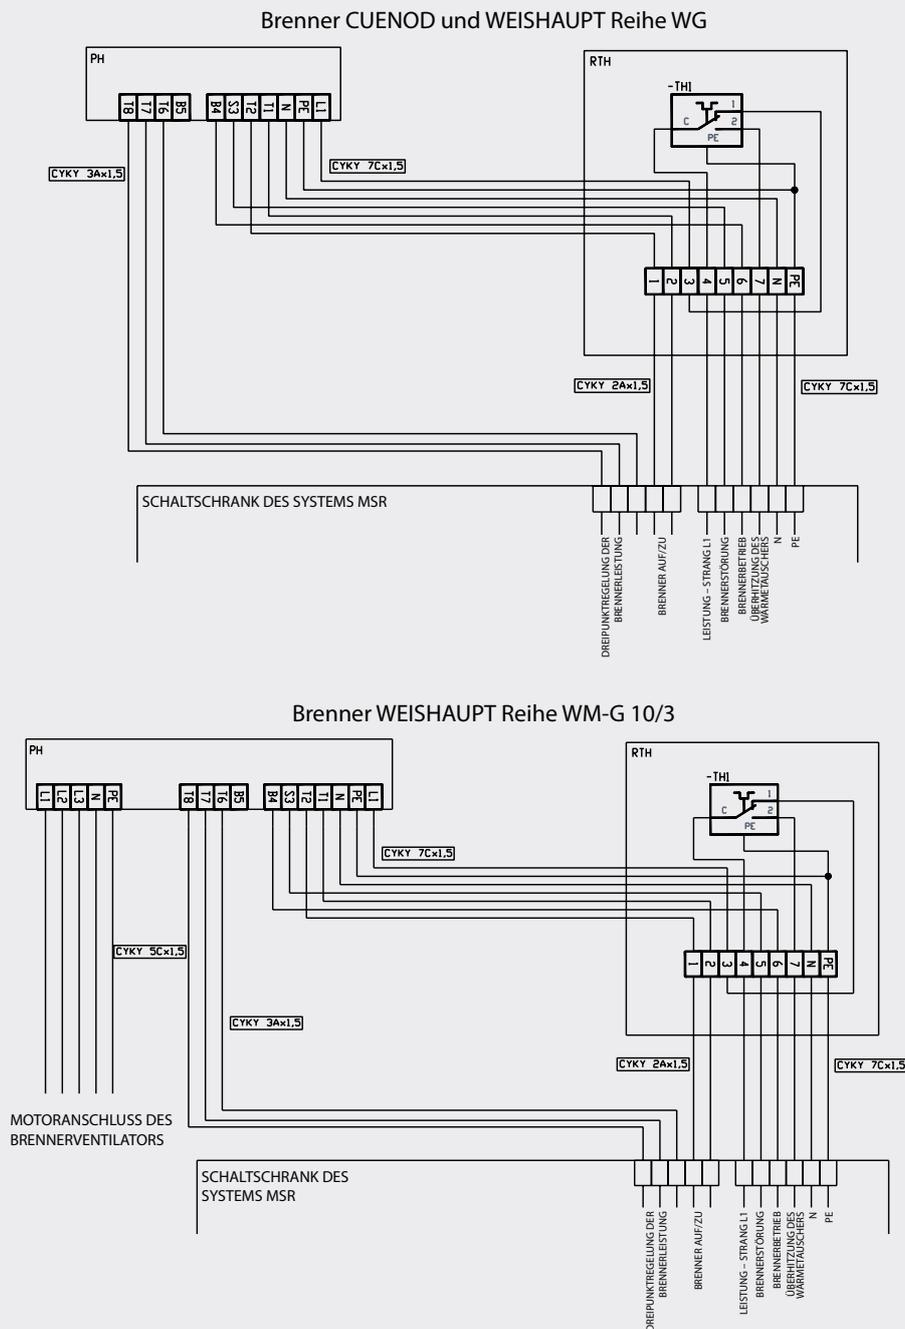
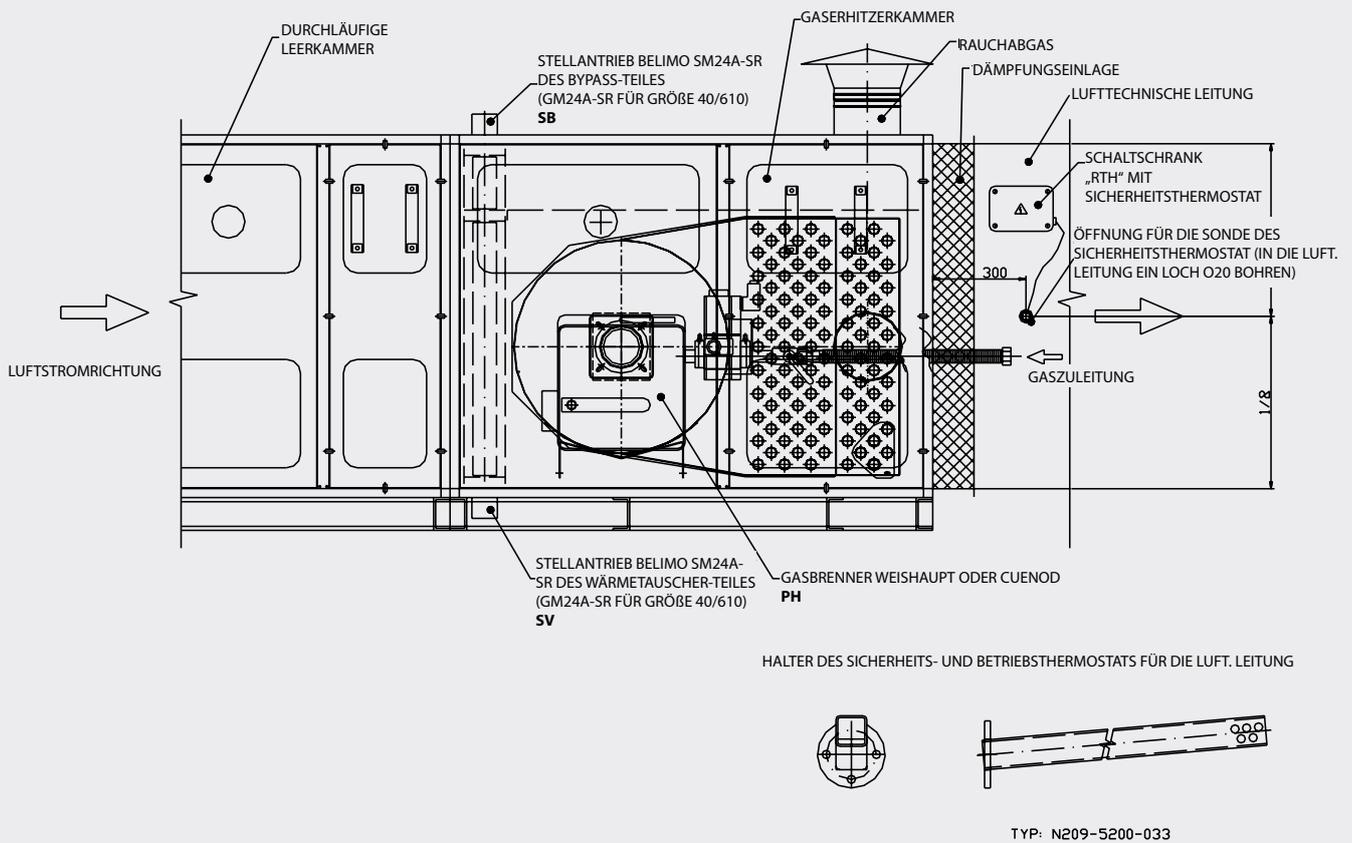
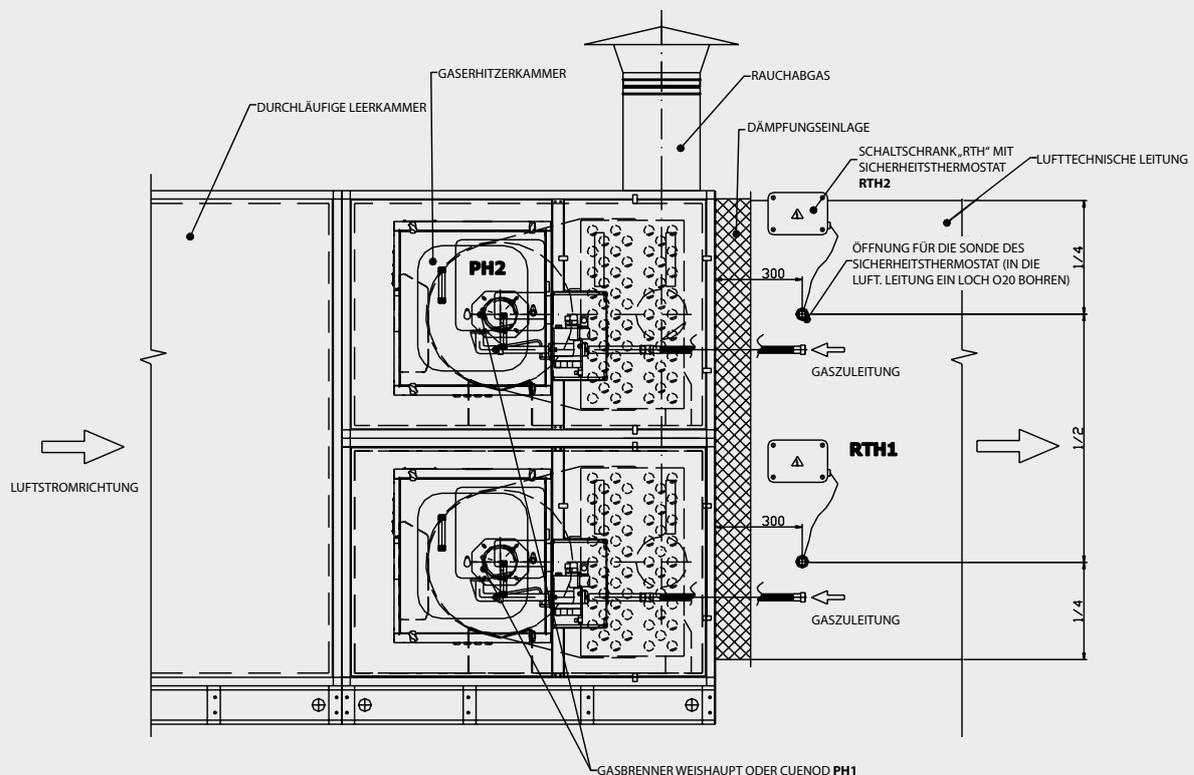

Abb. 1.11: Schaltung des RTH-Schranks mit dem Gasbrenner PH
Abb. 1.12: Position der MSR-Elemente der Kammer mit dem Gaserhitzer PECIN Baugröße 6/90 – 40/610
Abb. 1.13: Position der MSR-Elemente der Kammer mit dem Gaserhitzer PECIN Baugröße 50/480; 63/750
**Gasheizkammer Baugröße 6/90 – 40/610** – die geforderte Lufterwärmung wird durch die Modulation der aktuellen Brennerleistung aufgrund eines Befehls vom MSR-Steuerschrank (Dreipunktsteuerung) erreicht – siehe Abb. 1.11.
1. An die Brennkammer muss ein Schrank mit Sicherheitsthermostat RTH gem. Abb. 1.11. angeschlossen werden. Die Position des Sicherheitsthermostats ist aus der Abb. 1.12 ersichtlich.
Der elektrische Anschluss jedes der beiden Gasbrenner richtet sich nach der Abb. 1.11.
1. An jede Brennkammer muss ein Schrank mit dem Sicherheitsthermostat RTH gem. Abb. 1.11. angeschlossen werden. Die Position des Sicherheitsthermostats ist aus der Abb. 1.13 ersichtlich.